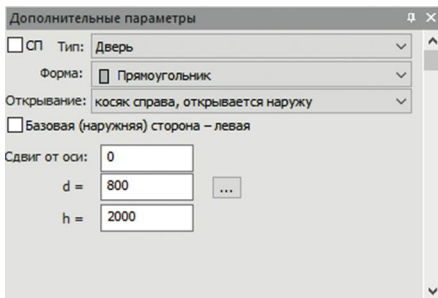

рис. 89
Далее в левом нижнем углу окна программы на панели **Дополнительные параметры** задайте параметры проема (см. рис. 89, стр. 42).
3. На панели **Дополнительные параметры** задайте параметры проема так, как на рис. 89.